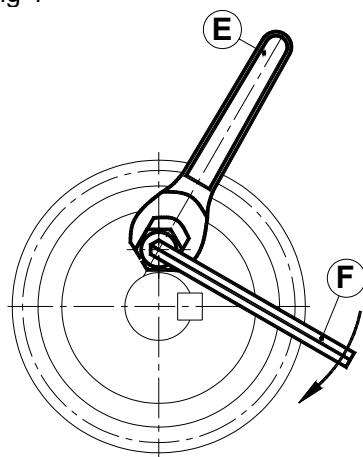

fig 5
La facilità di impiego di CAFRA S. è determinata dalle poche azioni che bisogna mettere in pratica per collegare ad esempio un mozzo con un albero o pezzi di carpenteria metallica. Per l'utilizzo di CAFRA S. (ad esempio serie 100 di fig.1 di pag 161) forare il mozzo alla distanza f con quota D interasse l e tolleranza come riportata in tabella a pag 165. Posizionare il mozzo sull'albero alla quota desiderata, inserire il CAFRA S. all'interno del foro fino al collare. Tenere il collare bloccato con una chiave esagonale (E) e con una chiave a brugola (F) stringere la vite fino alla coppia di serraggio Ms indicata (fig.5).
To use CAFRA S. (for example series 100 and example 1 on page 161) drill the hub at distance f at height D interaxis l and tolerance as shown in the table on page 165. Position the hub on the shaft at the desired height, insert the CAFRA inside the hole up to the collar. Keep the collar locked with a hex key (E) and use an Allen key (F) to tighten the screw up to the Ms tightening torque as shown in the fig.5.